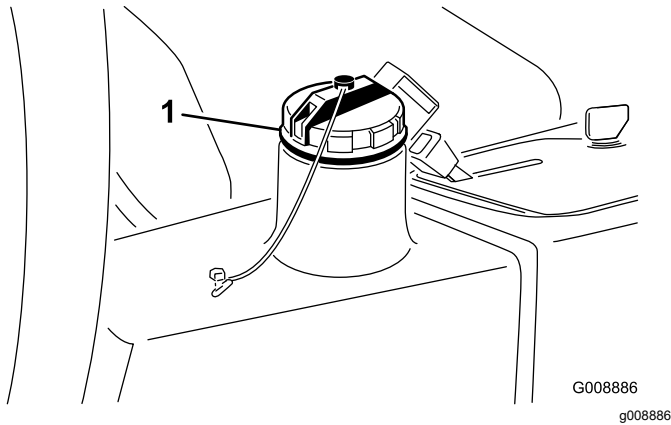

Figure 74
- Nettoyez la surface autour du goulot et du bouchon de remplissage du réservoir hydraulique (Figure 74), et enlevez le bouchon.